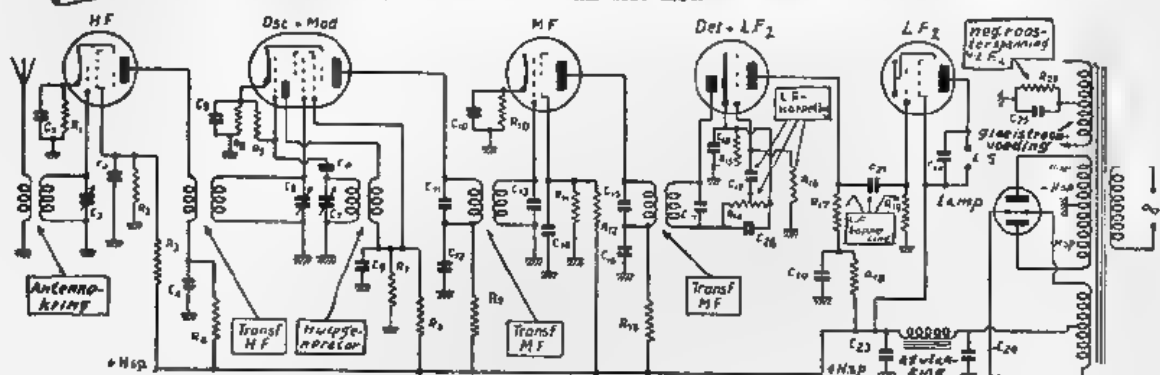

Fig. 96. Het schema van een superheterodyne met H.F.-voorversterking en frequentie-omvorming door een octode:
W. — Hier heb je het kant en klaar: fig. 96. Je ziet dat het in groote trekken bestaat uit een trap H.F.-voorversterking, een octode-frequentie-omvormer of mengtrap, een pentode-M.F.-versterker, een gecombineerde diode-triode, die voor de gelijkrichting en de L.F.-voorversterking zorgt, en tenslotte een pentode, die belast is met de energie- of eindversterking. Afzonderlijk ken je reeds alle onderdelen van dit schema met inbegrip van de voeding door den wisselstroom van het net.